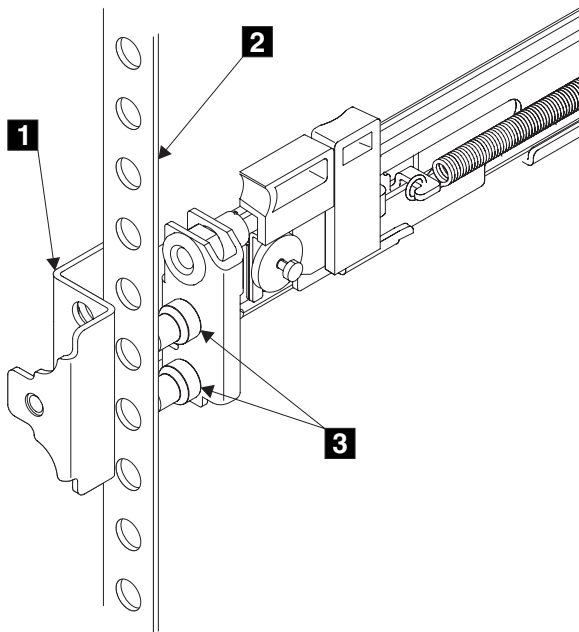

図 62. レールの前端の取り付け
6. 左レールの前面の端をラック・キャビネットにはめる。前部ブラケットの上部 **1** (図 62) を、ラック上の必要な EIA マーキングに位置合わせします。